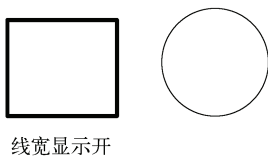

图 1-23 线宽特性
**显示/隐藏线宽**开关——用户可在画图时直接为所画的对象指定其宽度或在图层中设定其宽度。线宽显示开关可以通过鼠标在状态栏单击或右击后选择“开/关”或通过“线宽设置”对话框来控制。如果触发该开关，在状态行中的命令行上会显示“<线宽>”的提示信息。当某对象被设定了线宽，同时该开关打开时，一般在屏幕上显示其宽度。如图 1-23 所示。